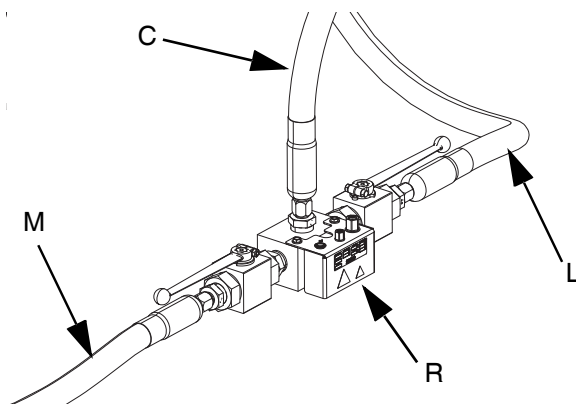

FIG. 19
- c. Raccordez le flexible tandem 1 (L) et le flexible tandem 2 (M) depuis le système d'alimentation au bloc tandem (R). Voir la FIG. 19.
- d. Raccordez le flexible d'alimentation 1 (C) au bloc tandem (R). Voir la FIG. 19.